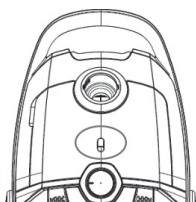

Fig. 10
1. Schimbați sacul de praf: când indicatorul de praf devine roșu sau se observă slăbirea aspirației, este timpul să goliți sacul de praf sau să îl înlocuiți cu un sac nou. (Fig. 10)